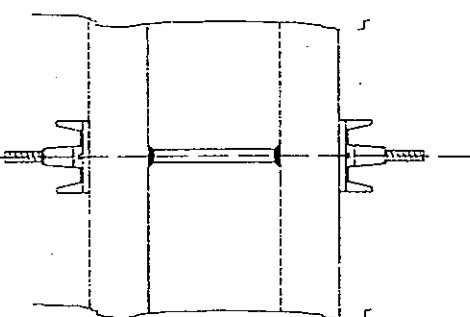

Figure 11 : Entretien plastique
- le tube PVC coupé à la dimension dans lequel vient s'emmancher les cônes plastiques. (Figure 11)